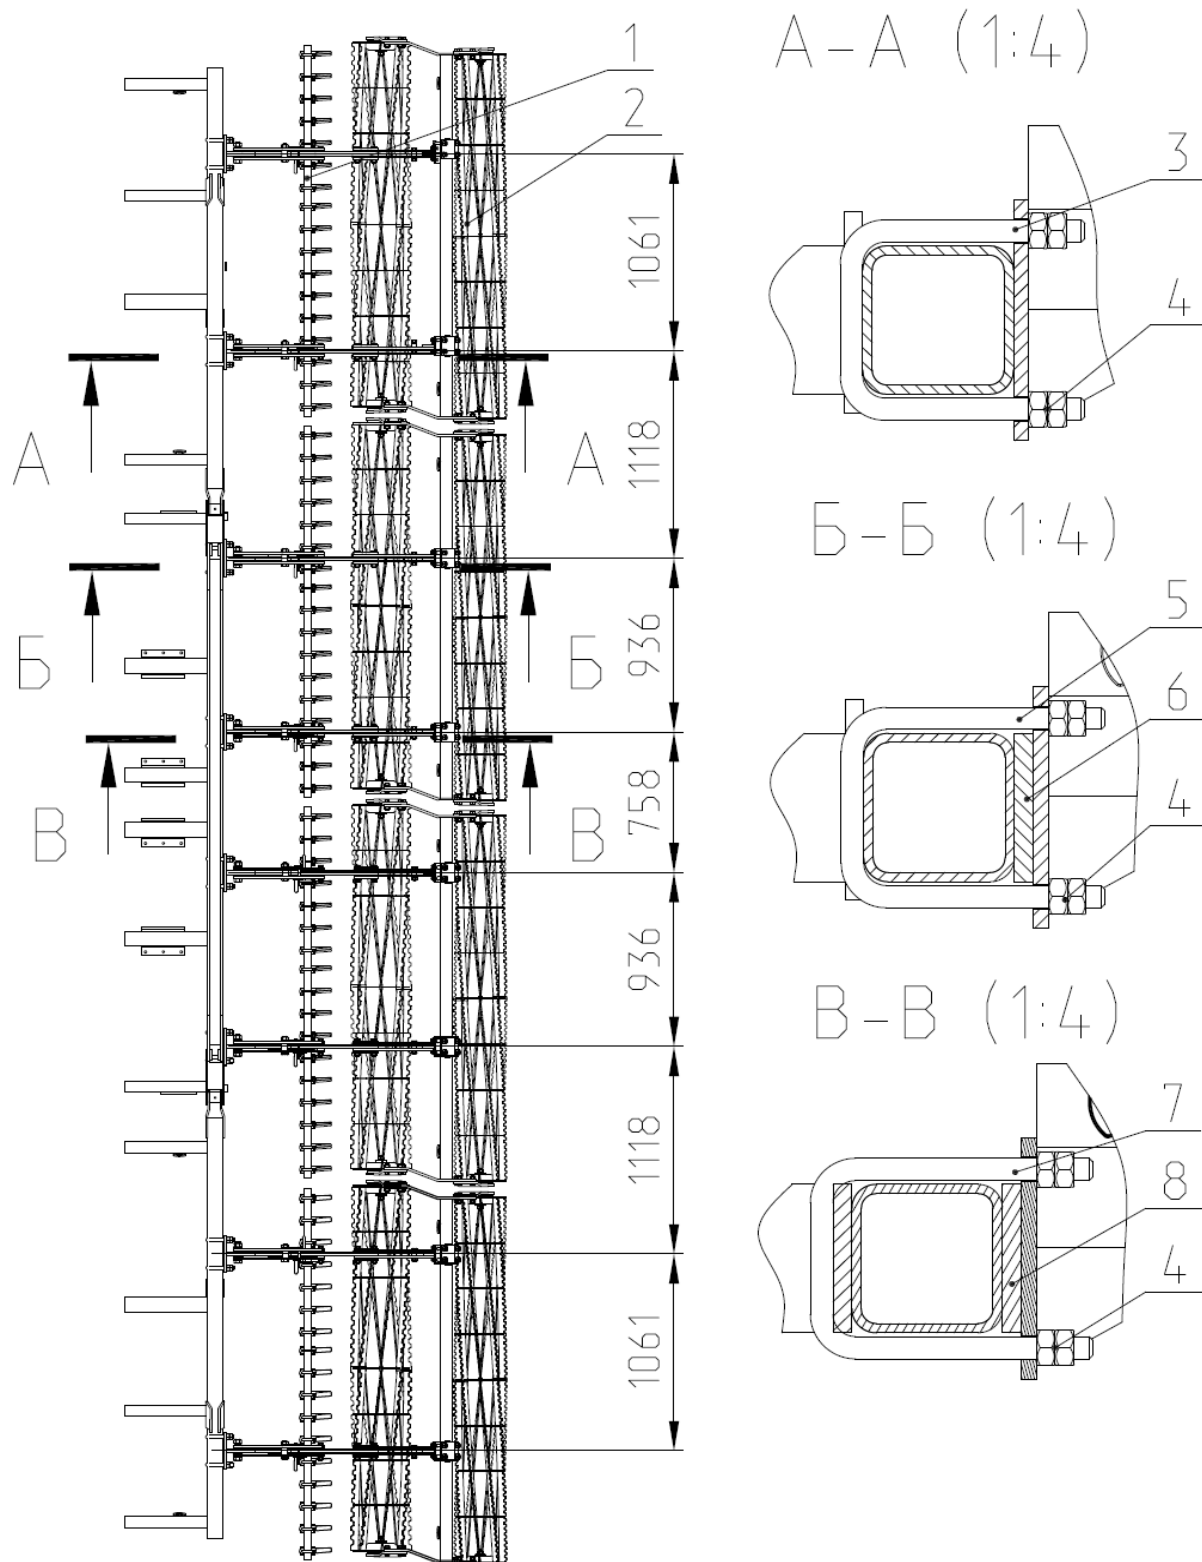

Рис.22 Комплект секций 2-х рядных катков и однорядной гребенки.
2.19 Комплект катков 2-х рядных КСП 04.150 (Рис.22). Комплект крепится к центральной секции КСП 01.000 и на крылья КСП 01.090 и КСП 01.090-01 закрепленными скобами 3, 5, 7 и гайкой 3.